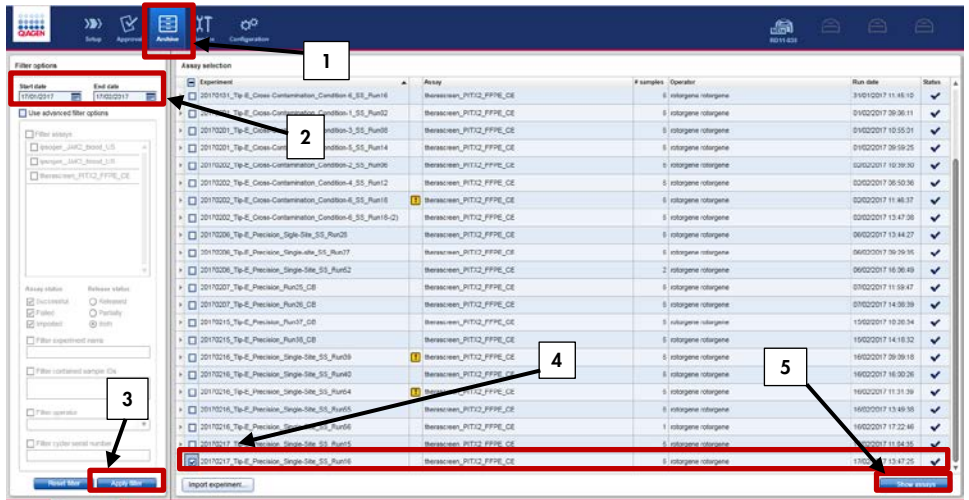

Figura 14. Exportar los datos de la serie.
- Vaya a la pestaña "Archive" para exportar el archivo .rex. Compruebe que los valores de "start date" (fecha de inicio) y "end date" (fecha de finalización) son correctos y haga clic en "apply filter" (aplicar filtro). Seleccione el experimento que va a exportar y, a continuación, haga clic en "Show assays" (Mostrar ensayos) (Figura 14).